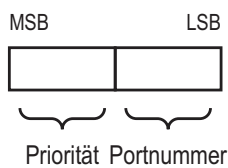

Abb. 45: *Portidentifikation*
- ▶ Wenn von einer Bridge mehrere Pfade mit den gleichen Root-Pfadkosten zu der selben Bridge führen, zieht die von der Root weiter entfernte Bridge als letztes Kriterium die Port-Identifikation der anderen Bridge heran (siehe Abbildung 45). Die Bridge blockiert dabei den Port, der zu dem Port mit der schlechteren ID führt. Haben 2 Ports die selbe Priorität, ist die ID mit der höheren Port-Nr. die schlechtere.